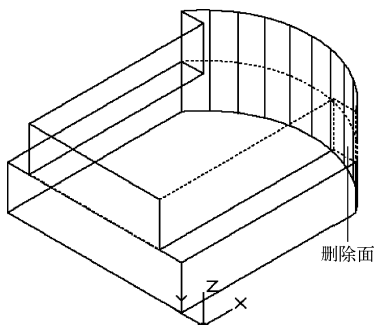

图 13-19 选取删除面
(9) 单击“三维工具”选项卡“实体编辑”面板中的“删除面”按钮，选择如图 13-19 所示的面为删除面，命令行提示与操作如下：
选择面或 [放弃(U)/删除(R)]: 选择如图 13-19 所示的面